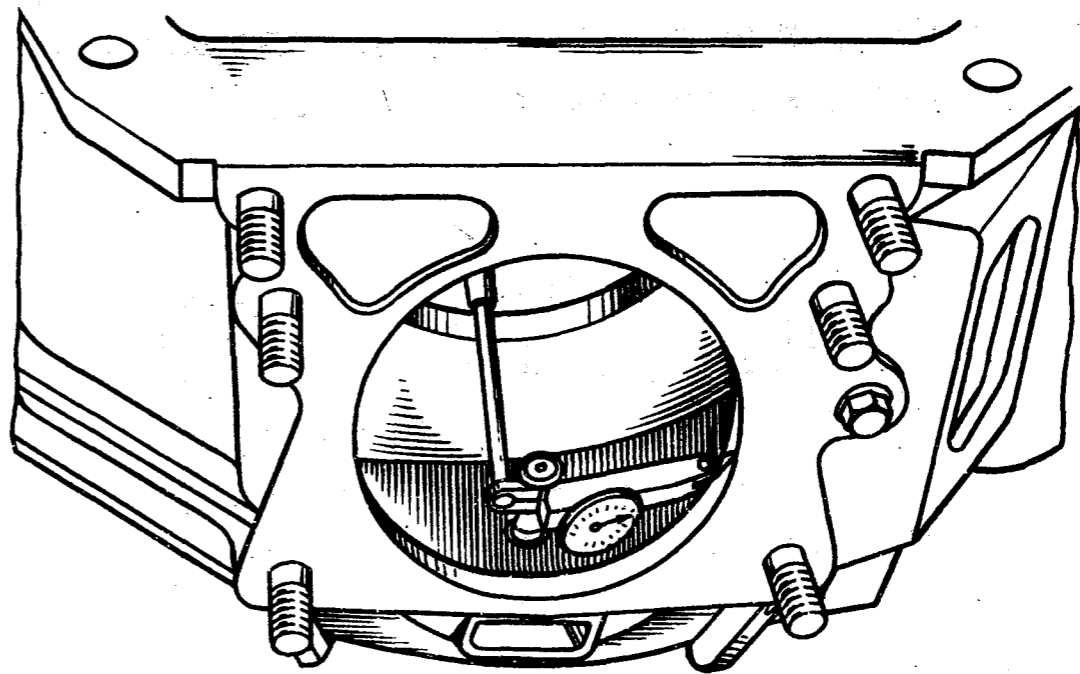

Рис. 49. Проверка concentricity отверстия картера сцепления с осью коленчатого вала приспособлением 24-V-II4625
- закрепить блок цилиндров на стенде, вывернуть с переднего и заднего торцов пробки масляного канала и продуть все масляные каналы сжатым воздухом. Завернуть пробки на место. Если имеется необходимость в замене картера сцепления или он устанавливается на блок после ремонта, необходимо из блока предварительно удалить два установочных штифта, затем картер закрепить на блоке болтами. В блок на крайних вкладышах устанавливают коленчатый вал, к фланцу которого крепится стойка индикатора. Вращая коленчатый вал, проверяют биение отверстия для центрирующего бурта коробки передач, а также перпендикулярность заднего торца картера сцепления относительно оси коленчатого вала, как показано на рис. 49 и 50. Биение отверстия картера и торца не